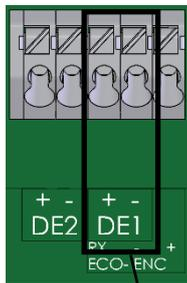

Fig. 9
1. Raccordez la sortie à impulsions du compteur de gaz à la borne « DE1 » (**1** à la Fig. 9) de l'EK205.
3. Faites plomber par un agent officiel d'étalonnage le capteur de température à l'aide de la gaine de plombage **1** et du plomb à fil **3** selon la Fig. 9.